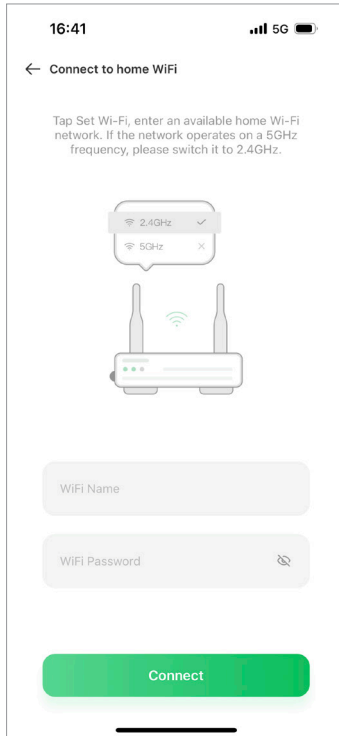

Abb. 6-11
2. Geben Sie den WLAN-Namen und das Passwort ein, mit dem Sie sich verbinden möchten. Tippen Sie dann auf „Verbinden“. (Siehe Abb. 6-11)